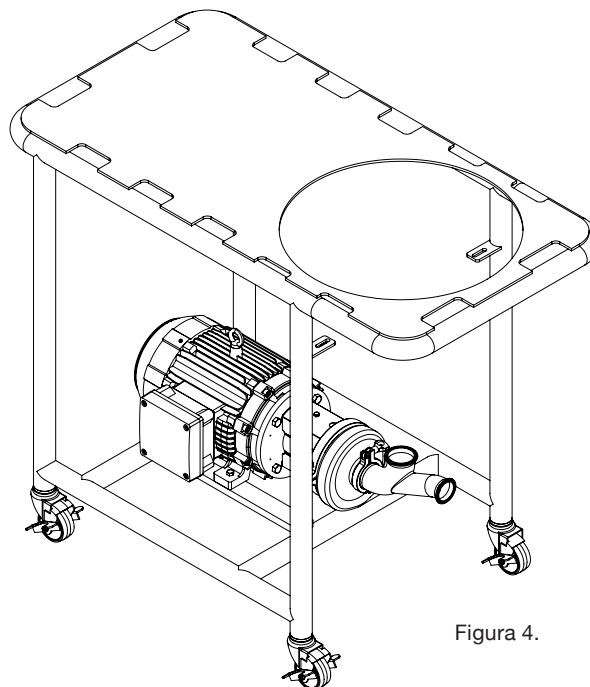

Figura 4.
**6d.** Instale el codo-Y (Y) en la succión del QIM. Use el empaque clamp (G) y la abrazadera clamp (C) para fijarlo. Mantenga la succión superior del codo-Y alineada en forma horizontal. Asegúrese que el empaque clamp este colocado correctamente para evitar que fugue. **Figura 4.**